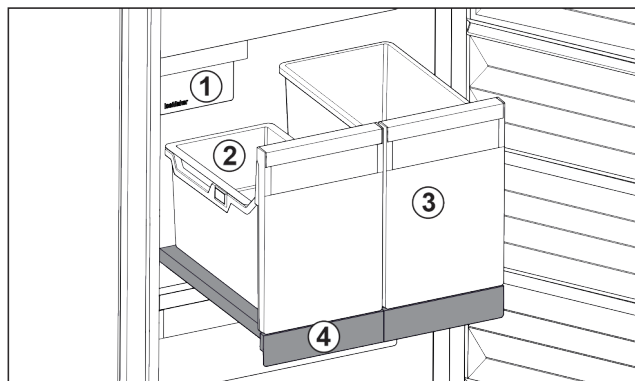

Fig. 99 Kihúzható rács IceTower egységgel
A kihúzható rácson két magas tároló van kialakítva (IceTower). A tárolóban Fig. 99 (2) gyűlnék össze és tárolhatók az IceMaker által készített jégkockák. A tároló Fig. 99 (3) magas élelmiszerek tárolására alkalmas, például pizza vagy az alkoholos ital tehető bele.